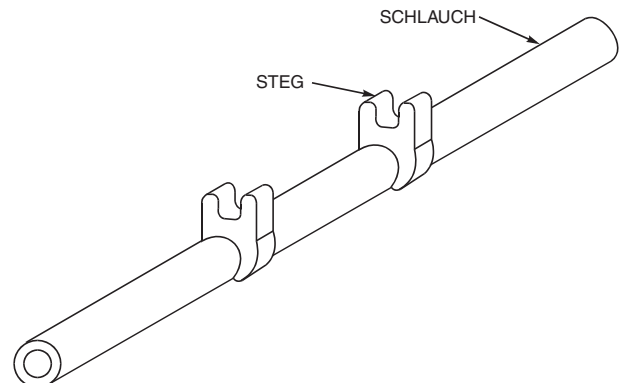

ABBILDUNG 6 MICROBORE-SCHLAUCHSATZ
3. Den geeigneten Pumpenschlauch auswählen und in die Schlauchkassette einlegen (siehe Abbildung 7B). Bei Verwendung eines Microbore-Schlauchsatzes (siehe Abbildung 6) den Steg an beiden Seiten der Schlauchkassette an die Schlauchhalterung schieben (siehe Abbildung 7C).
*Mit den Schlauchkassetten nur MICROBORE- SPEZIALSCHLAUCHSÄTZE verwenden (Abbildung 6).
(3) Wahl der Pumpendrehzahl